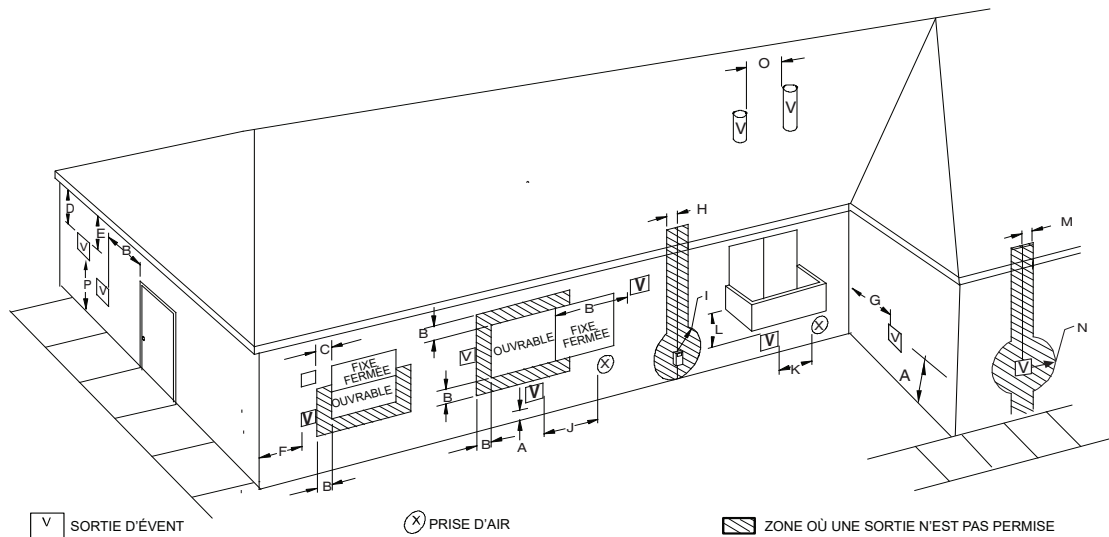
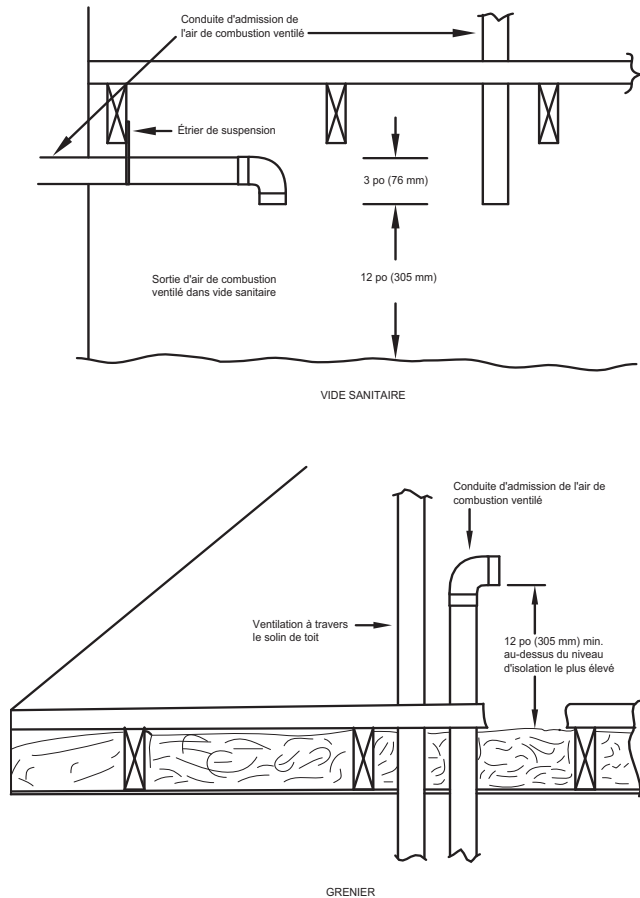

Fig. 43 – Dégagement des sorties des systèmes à air de combustion ventilé et à ventilation indirecte
Fig. 48 – Sorties d'évent pour système à air de combustion ventilé
Dans le cas d'un système à air de combustion ventilé, l'évent aboutit et évacue les produits de combustion directement à l'extérieur, comme un système à ventilation directe. Consultez la Fig. 43 pour connaître les exigences de dégagement du code national.
Dans un système à évacuation indirecte (un conduit), tout l'air de combustion est prélevé directement de la zone adjacente à la chaudière et tous les produits de combustion sont évacués à l'extérieur dans l'atmosphère. L'air de combustion doit être fourni conformément à la section Air de combustion et de ventilation. Une cheminée inutilisée n'est pas adéquate pour fournir l'air extérieur à la chaudière. Consultez la Fig. 43 pour connaître les exigences de dégagement du tuyau d'évent du code national.
Pour les dégagements de sortie de ventilation, consultez les codes nationaux présentés à la Fig. 42 pour un système à ventilation directe/2 conduits et à la Fig. 43 pour un système à air de combustion ventilé/ventilation indirecte/un seul conduit. Pour la disposition des sorties extérieures, consultez la Fig. 40 pour un système à ventilation directe/2 conduits et la Fig. 41 pour un système à air de combustion ventilé/ventilation indirecte/un seul conduit. Communiquez avec les responsables des codes locaux pour connaître les autres exigences des codes nationaux présentés dans ces figures ou les dérogations à ceux-ci.
1. Se conformer à toutes les exigences en matière de dégagements, comme indiqué à la Fig. 42 ou à la Fig. 43 selon le cas.
Le conduit d'évacuation d'un système à air de combustion ventilé doit se terminer à l'extérieur. Consultez la Fig. 43 pour connaître les exigences de dégagement du tuyau d'évent du code national. Les sorties d'évacuation admissibles sont indiquées à la Fig. 41. Le conduit d'air de combustion se termine dans un grenier ou un vide sanitaire bien aéré. Conformez-vous aux dégagements indiqués à la Fig. 48.
Le tuyau d'évent d'un système à ventilation indirecte (un tuyau) doit se terminer à l'extérieur. Pour les exigences relatives aux dégagements des événements du code national, consultez la Fig. 43. Les sorties d'évacuation admissibles sont indiquées à la Fig. 41.